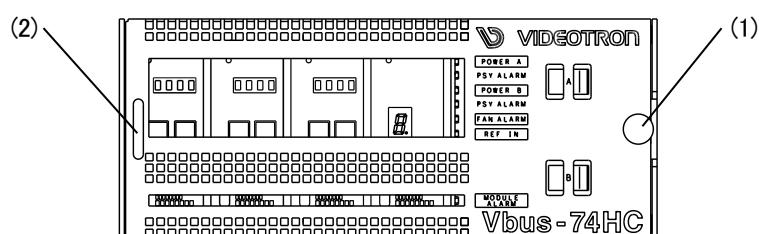

図 7-1 前面
- ・前面パネル固定用ネジ 図 7-1 (1) を十分に緩め、左側の取手 図 7-1 (2)を持ちながら前面パネルをゆっくり右斜め手前に引いてカバーを取り外します。